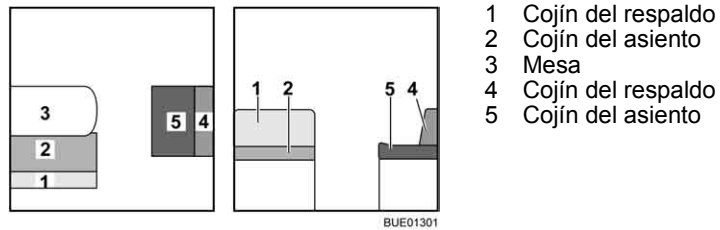

Fig. 129 Antes de la transformación
- Transformar la mesa (Fig. 129,3) en base de cama (véase apartado 6.11).
- Quitar el cojín del respaldo (Fig. 129,1) y ponerlo a un lado.